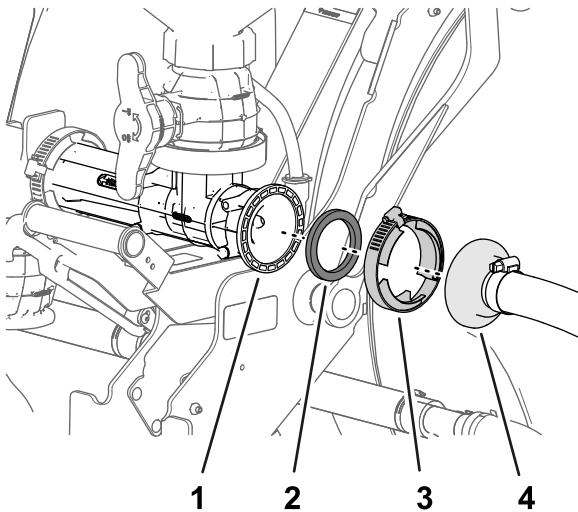

Figura 32
1. Conecte provisionalmente el acoplamiento dentado recto de la manguera de alimentación del eyector a la brida del eyector con una junta y una brida de fijación (Figura 32).